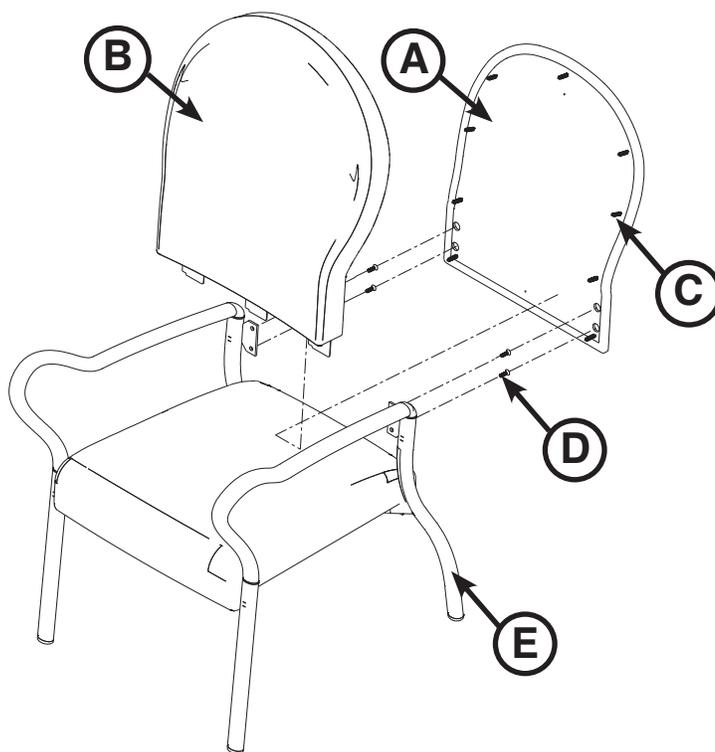

Figure 9 : Remplacement du dossier (modèle 4853 illustré)
1. À l'aide d'un tournevis à lame plate no 2, détacher soigneusement le panneau arrière (A) du coussin dorsal (B) (Figure 9).
Remarque : Pour les modèles 4850, 4851 et 4852, sept rivets à pression (C) maintiennent le panneau arrière au coussin dorsal. Pour les modèles 4853 et 4854, neuf rivets à pression (C) maintiennent le panneau arrière au coussin dorsal (Figure 9).
2. À l'aide d'un tournevis cruciforme n° 3, retirer les quatre vis (D) qui maintiennent le coussin dorsal au châssis du fauteuil (E) et retirer le coussin du dossier (Figure 9). Jeter le coussin dorsal, le panneau arrière et les vis.